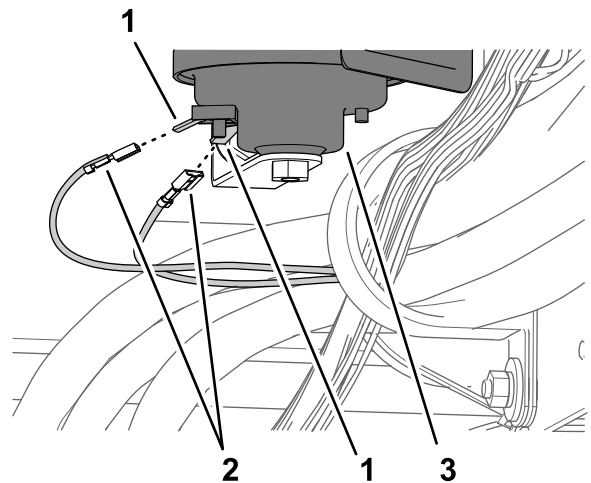

Figura 39
2. Enchufe los 2 terminales del arnés de cables marcados HORN en los 2 conectores eléctricos planos del claxon (Figura 39).